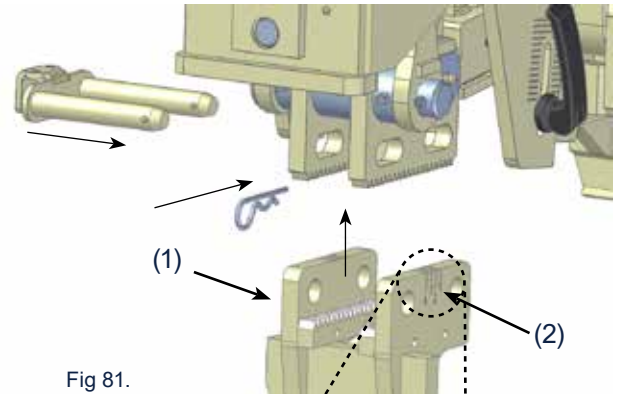

Fig 81.
5. Activez la poignée homme mort (7), Fig 81. vérifiez que les patins de déclipage sont à la bonne hauteur par rapport au clip. Cela dépend du type et de la dimension du rail actuel.
7. Lancer le déclipsage en mode manuel en appuyant sur le bouton (6) Fig 81.
8. Exécutez le déclipsage jusqu'à la fermeture des bras de référence (4). Les quatre plaques de référence (5) doivent maintenant épouser le profil des parties inférieures du champignon du rail. Ajustez si nécessaire.
1. Ouvrez les bras en appuyant sur le bouton (5), Fig 81.
7. En mode de fonctionnement manuel, lancez la séquence de déclipsage en appuyant sur le bouton (6) Fig 81.